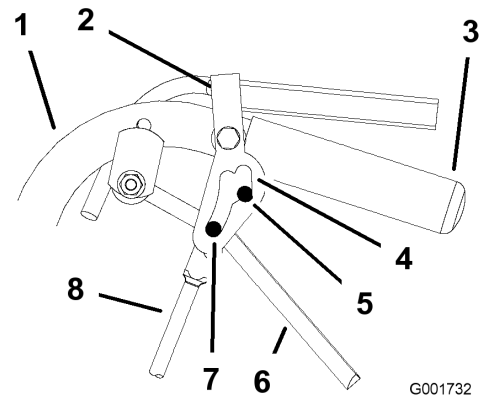

Figura 42
5. Quite y ponga el cierre de bloqueo de punto muerto comprobando que la rueda no gira (Figura 42). Continúe con este proceso hasta que la rueda no gire.